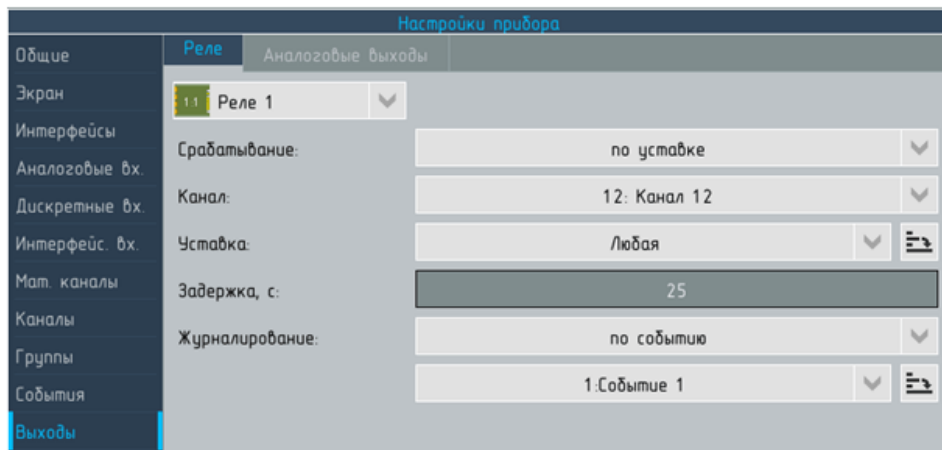

Рисунок 6.85 – Настройки прибора. Раздел "Выходы", вкладка "Реле", аргумент – уставка
- ▶ "По уставке" – реле срабатывает, если превышена назначенная для него уставка (см. рисунок 6.85);